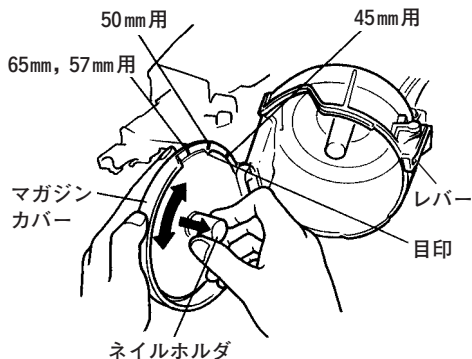

図 6
(1) マガジンに釘を入れる
- 使用する釘の長さに応じてネイルホルダの高さ位置を調整してください。調整はネイルホルダを指でつまんで引き上げ、回わして目印をマガジンカバーの数字（65，57，50，45）に合わせます。（図6）